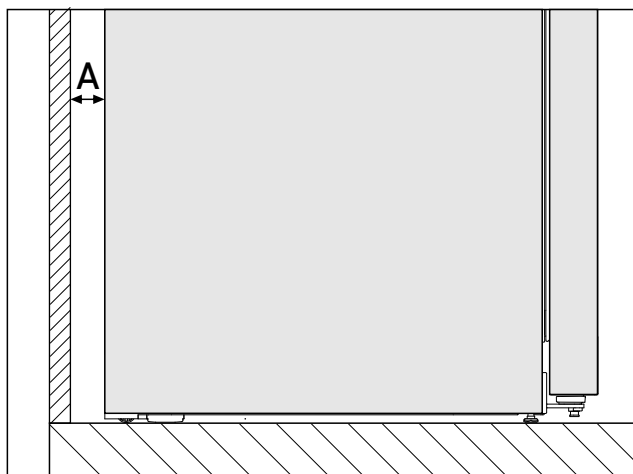

Fig. 3 \*
Potrošnja energije utvrđena je s udaljenosti od zida Fig. 3 (A) između stražnje strane uređaja i zida. Ako je udaljenost od zida manja od Fig. 3 (A), to neće utjecati na funkcionalnost uređaja. Ako je udaljenost od zida manja, potrošnja energije može se malo povećati, a na stražnjoj strani uređaja može se stvoriti kondenzacija.\*